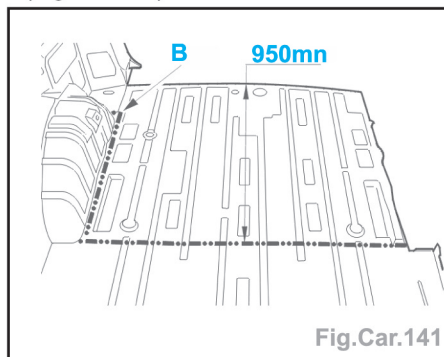

Fig.Car.141
- Tracer, puis découper (coupe définitive) (Fig.Car.141).